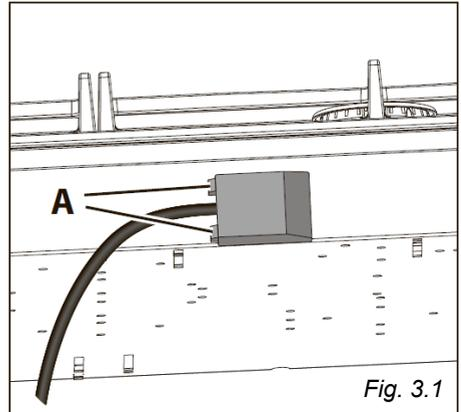

Fig. 3.1
- Desenganche la tapa del cuadro de bornes introduciendo un destornillador en los dos ganchos "A" (Fig. 3.1).